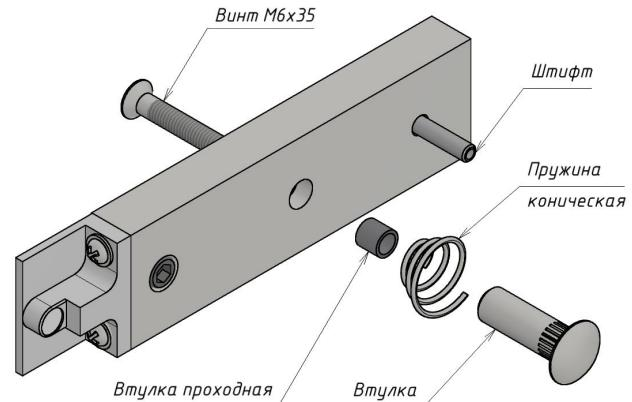

Рисунок 2 - Комплект крепления якоря
- винт M6x16 (потайн.) под ключ S4 (11)	1 шт.
- якорь (12)	1 шт.
- пружина коническая (13) (из комплекта крепления якоря)	1 шт.
- пластина крепления якоря (14)	1 шт.
- комплект крепления якоря (рисунок 2)	1 шт.
- с помощью комплекта крепления якоря с отверстиями в двери для винта крепления якоря и фиксирующего штифта (рисунок 2);